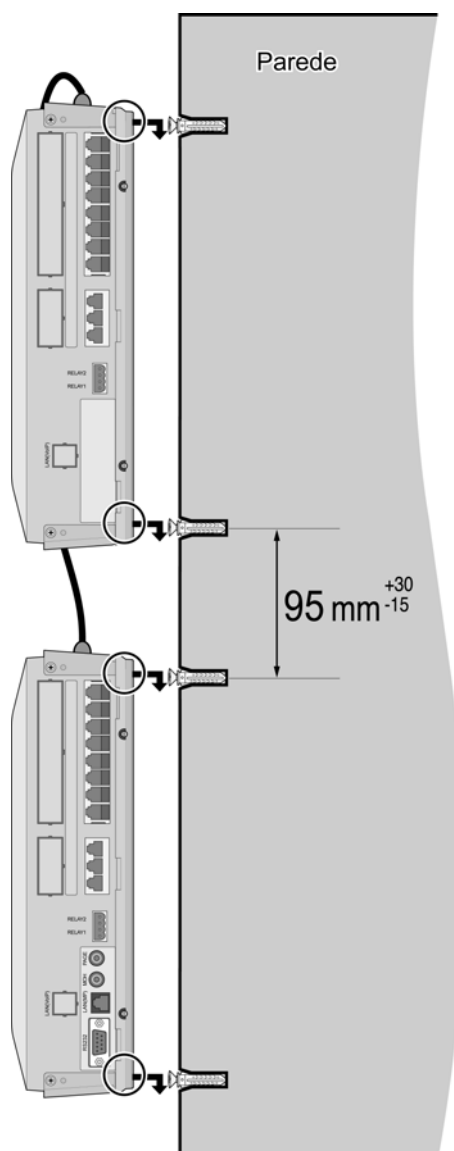

FIGURA 3.3.3.1B MONTAGEM DE PAREDE DA KSU DE EXPANSÃO
4. Encaixe a KSU de Expansão nos parafusos instalados, verifique se o Sistema desliza para baixo firmemente (Figura 3.3.3.1B).